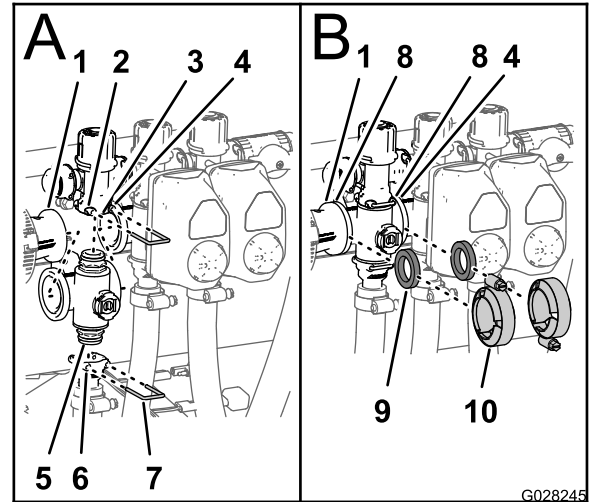

Figure 122
- Insérez le raccord d'embout supérieur de la valve de collecteur dans le raccord de dérivation (Figure 122).
- Fixez le raccord d'embout au raccord de dérivation en insérant un étrier de fixation dans la douille du raccord de dérivation (Figure 122).
- Montez le raccord de sortie sur le raccord d'embout inférieur de la valve de collecteur (Figure 122).
- Fixez le raccord d'embout au raccord de sortie en insérant un étrier de fixation dans la douille du raccord de sortie (Figure 122)
- Placez un joint entre les brides de l'accouplement réducteur et du collecteur de vanne de section (Figure 122).
- Montez l'accouplement réducteur, le joint et le collecteur de vanne de section avec un collier serré à la main (Figure 122).
7. Si vous montez les 2 vannes de section à l'extrême gauche, placez un joint entre les brides des 2 collecteurs de vanne de section adjacentes (Figure 122).
8. Montez les 2 collecteurs de vanne de section adjacentes et le joint avec un collier serré à la main (Figure 122).